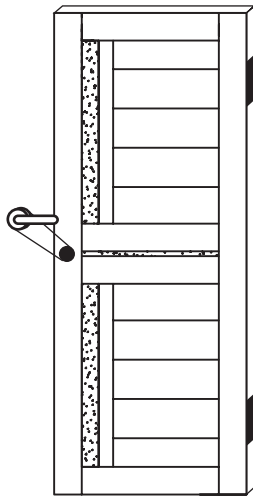

Рис. 1
4.8.3.8 Зарезку под замок производить на расстоянии 900 – 1 000 мм от нижнего края полотна до оси ручки (рис. 1).